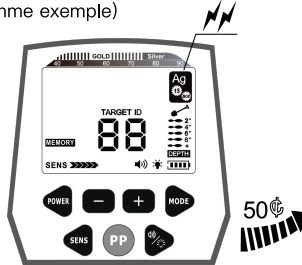

Fig.13
- d. Lors du balayage de la pièce d'argent de 50 ¢, le détecteur réagit, indiquant qu'il a mémorisé la pièce d'argent de 50 ¢. Lors du balayage des cinq autres échantillons, le détecteur ne réagit pas. (Voir Fig.13, prendre la pièce de 50 ¢ en argent comme exemple)